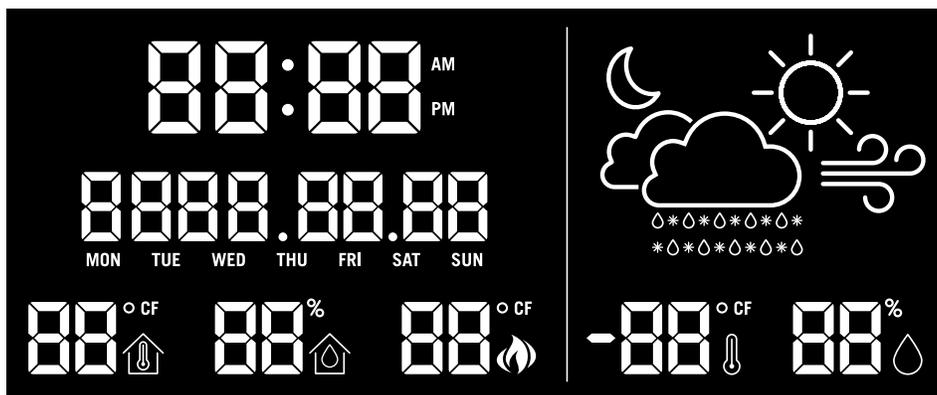

Fig. 10
1. L'affichage météo deviendra actif une fois le wifi configuré. Il est situé dans le coin supérieur gauche de la vitre frontale de l'appareil (**Fig. 10**).